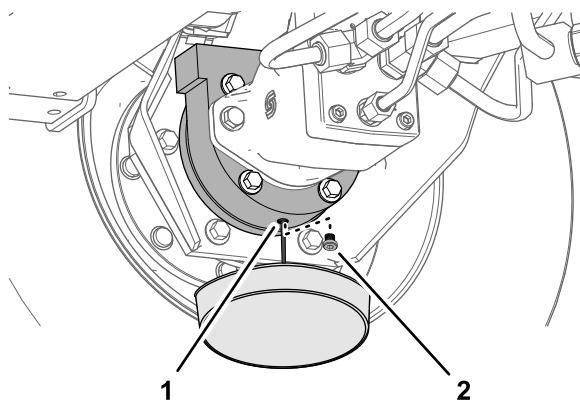

图 106
6. 将放油盘放在制动器箱下面取出排油塞让油完全排出 图 106。